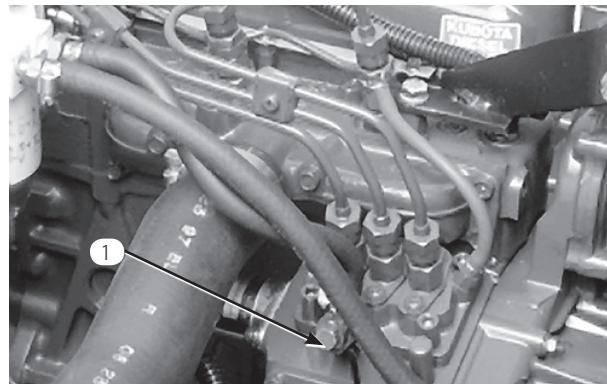

図 26
2. 燃料噴射ポンプ(図26)についているエア抜きネジを、12 mm のレンチを使って開く。